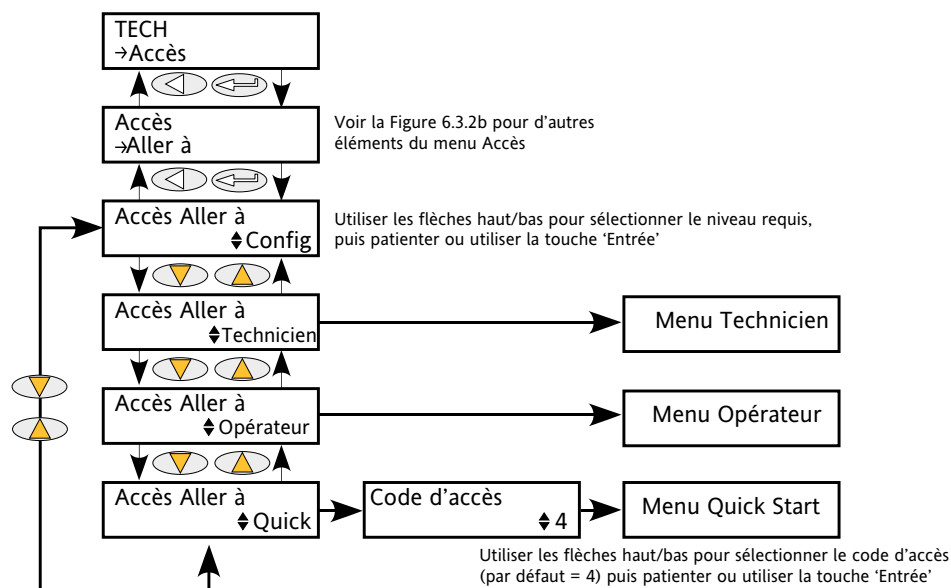

Figure 6.3.2a Menu « Aller à »
1. à l'utilisateur de quitter le menu de Configuration et d'« Aller à » un niveau d'accès différent. Les menus « Opérateur » et « Technicien » ne requièrent pas de mot de passe ou code d'accès car ils sont considérés comme appartenant à un niveau de sécurité inférieur à Configuration. La Figure 6.3.2a montre le menu.)